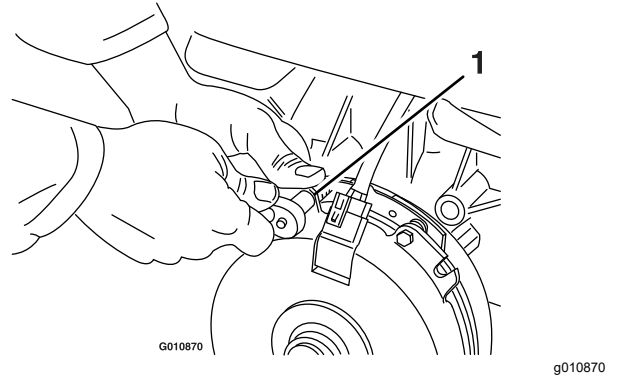

Figure 82
- A. Desserrez les boulons de fixation du frein d'un demi à un tour complet, comme montré à la Figure 82.